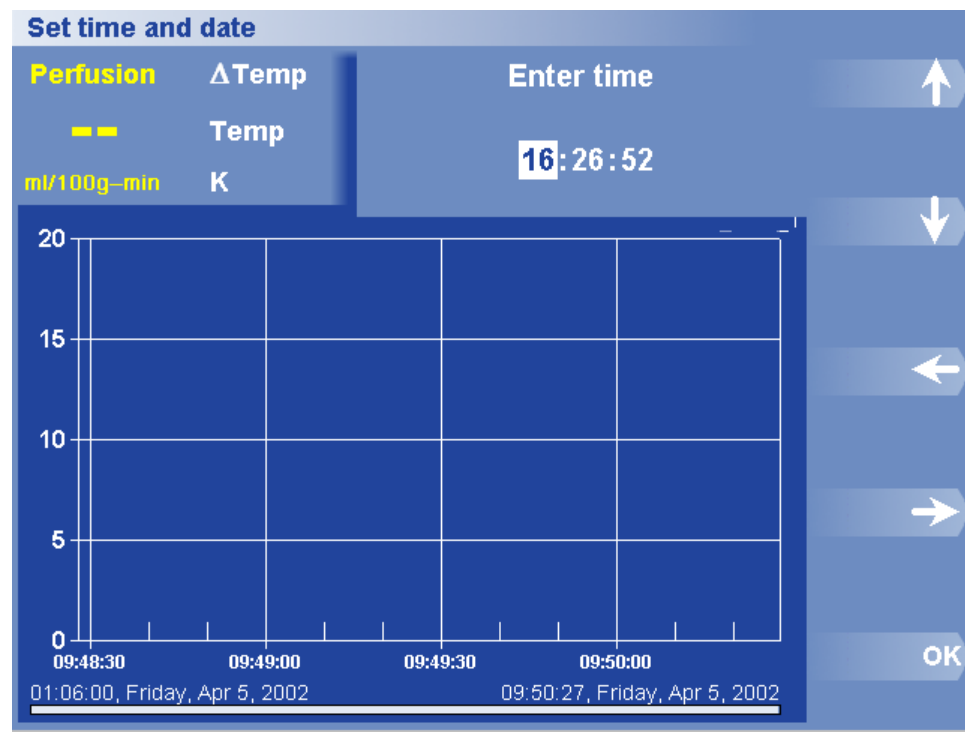

Figura 44. Caixa de Diálogo e Menu Definir Hora
2. Prima Definir Data/Hora > Set Time (Definir Hora). Aparece a caixa de diálogo Hora (Figura 44).